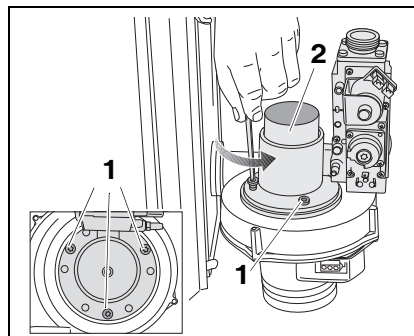

Fig. 9
- Allentare le 3 viti (fig. 9, pos. 1) ed estrarre la valvola del gas con tubo Venturi (fig. 9, pos. 2) dal ventilatore.
- Desapertar os 3 parafusos (fig. 9, pos. 1) e retirar a válvula de gás com Venturi (fig. 9, pos. 2) do ventilador.